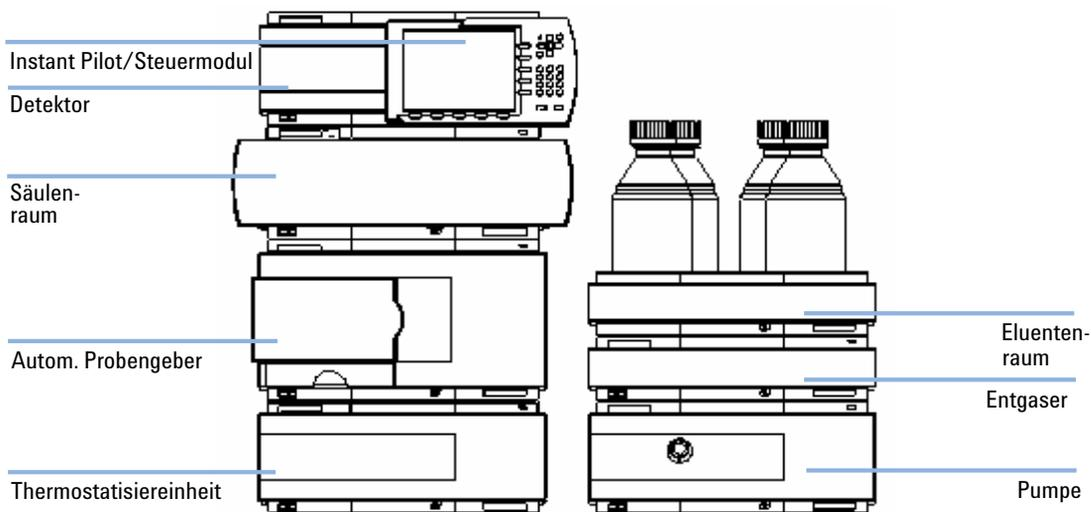
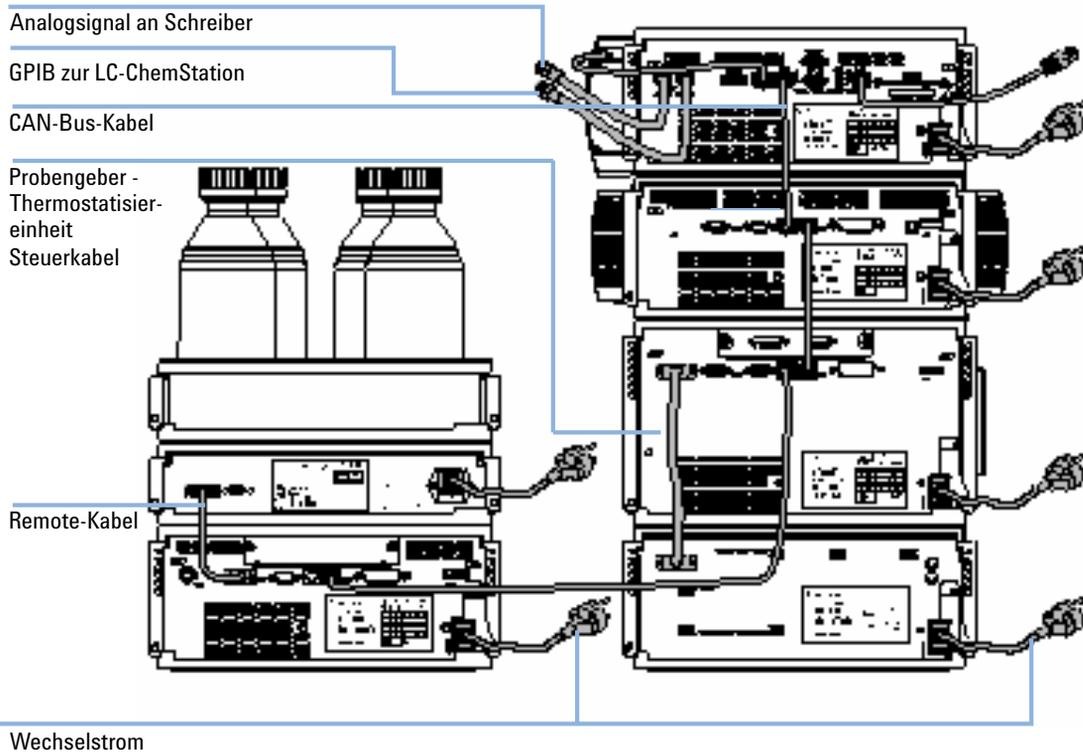
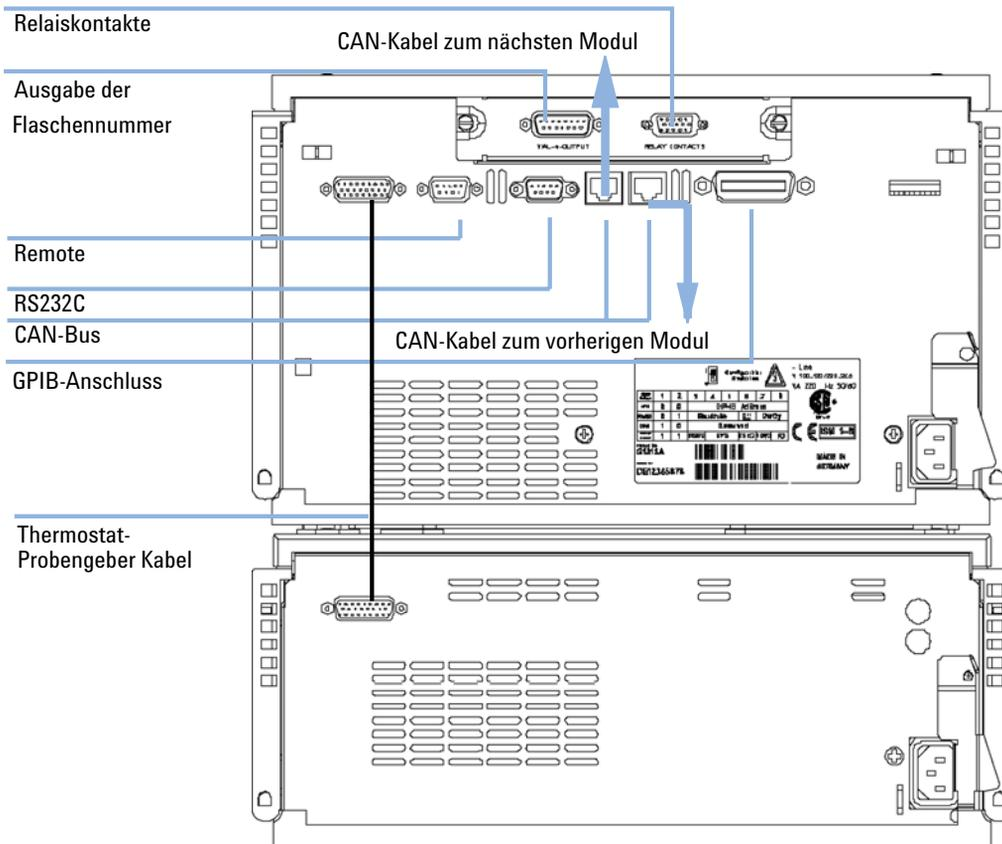

Abbildung 4 Empfohlene Geräteanordnung (Vorderansicht)
Abbildung 5 Empfohlene Geräteanordnung (Rückansicht)
Abbildung 11 Kabelanschlüsse
Falls Ihr thermostatisierbarer Probengeber Teil eines Systems ist, können Sie den optimalen Betrieb durch Installation des thermostatisierten Probengebers im Geräteturm gemäß **Abbildung 4** auf Seite 22 und **Abbildung 5** auf Seite 23 sicherstellen. Diese Anordnung stellt einen optimalen Flüssigkeitsweg mit minimalem Totvolumen sicher.
- 5 Schließen Sie das CAN-Schnittstellenkabel an die anderen Module im System an (siehe Abbildung 5 auf Seite 23 und Abbildung 11 auf Seite 30).
- 6 Schließen Sie zusätzliche Schnittstellen- oder Steuerkabel am thermostatisierbaren Probengeber gemäß Abbildung 5 auf Seite 23 und Abbildung 11 auf Seite 30 an. Weitere Informationen sind den Unterlagen zum Agilent Steuermodul der Serie 1200 bzw. zur ChemStation für die LC zu entnehmen.
- 7 Schließen Sie ggf. weitere benötigte Kabel an (siehe Abbildung 11 auf Seite 30).